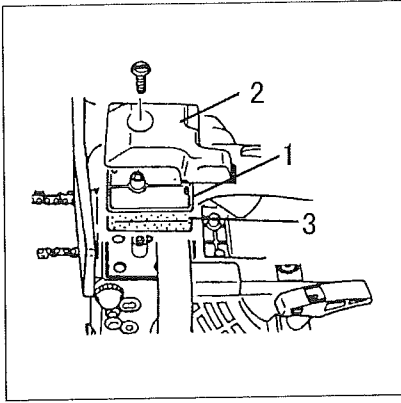

Fig.3-2
**(En) Air filter (Fig. 3-2)**
**(It) Filtro dell'aria (Fig. 3-2)**
**(Sp) Filtro de aire (Fig. 3-2)**
**(Fr) Filtre à air (Fig. 3-2)**
**(Ge) Luftfilter (Fig. 3-2)**
**(Sw) Luftfilter (Fig. 3-2)**